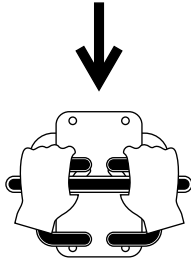

Bild 11
- Bewegen Sie beide Fahrtriebshebel nach hinten, um rückwärts zu fahren (Bild 11).